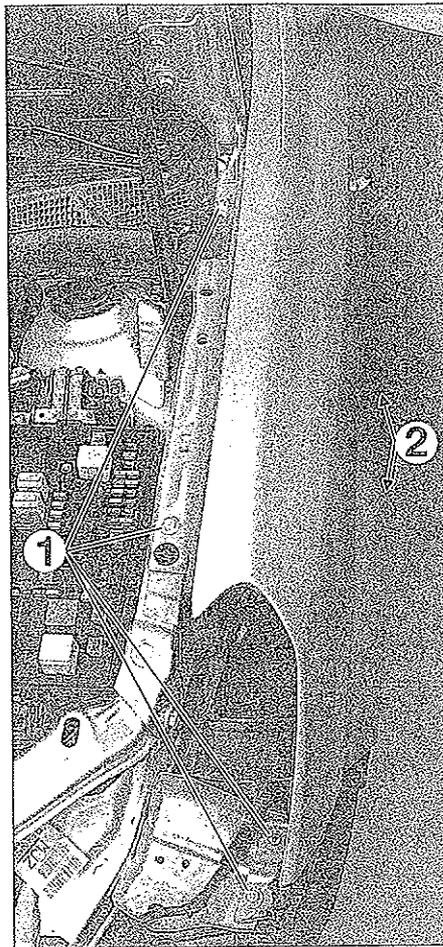
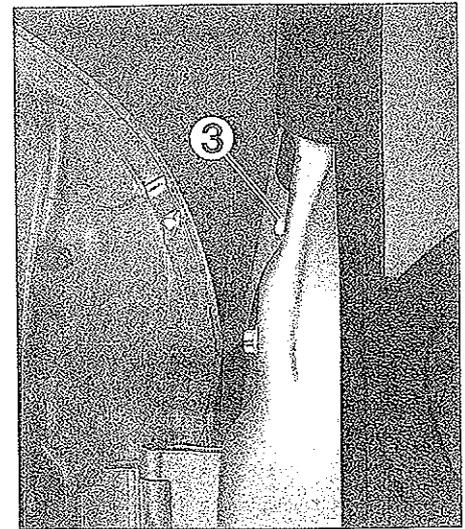

FIG. 18
FIG. 19
- los tornillos de fijación superior (1) (fig. 18).
- los dos tornillos inferiores (2) en la parte trasera del paso de rueda.
- el tornillo trasero (3) de la aleta (fig. 19).